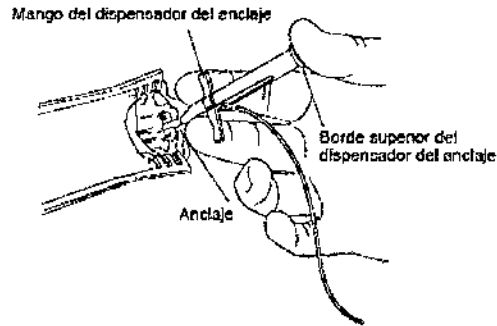

Figura 12. Liberación del anclaje.
24. Coloque el pulgar y los otros dedos en el dispensador del anclaje como si sujetara una jeringa (Figura 12). Para liberar el anclaje, utilice los otros dedos para tirar del mango del dispensador del anclaje hacia el pulgar como si estuviera inyectando. El anclaje se liberará de la punta metálica.